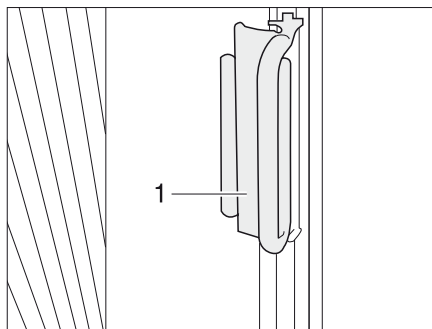

Bild 15 Handtag plisségardin vindruta
- Skjut plisségardinerna för vindrutan med handtagen (Bild 15,1) under skydden på A-stolpen och sätt fast handtaget på skyddet. Plisségardinen är säkrad.